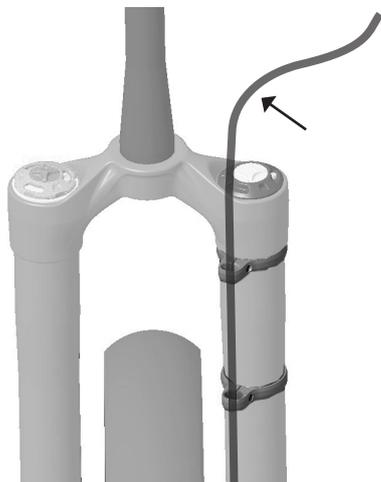
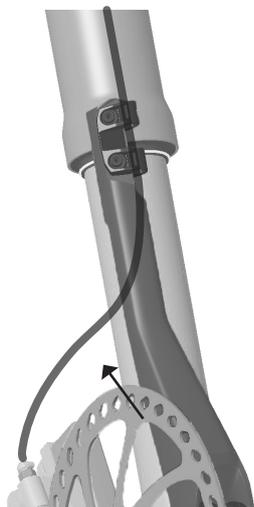

Figura 16: longitud suficiente del latiguillo de freno por encima de la guía superior del latiguillo de freno
Figura 17: vista completa del guiado del latiguillo de freno a través de las guías hasta el mástil
5. Compruebe que la longitud del latiguillo del freno delantero es suficiente por encima de la guía superior del latiguillo hasta la maneta de freno (Figura 16). Compruebe que hay un arco suave en el latiguillo de freno entre la abrazadera de la manguera de freno y la pinza de freno (Figura 17). Todas las secciones del latiguillo de freno deben tener un recorrido sin restricciones durante la compresión de la horquilla.